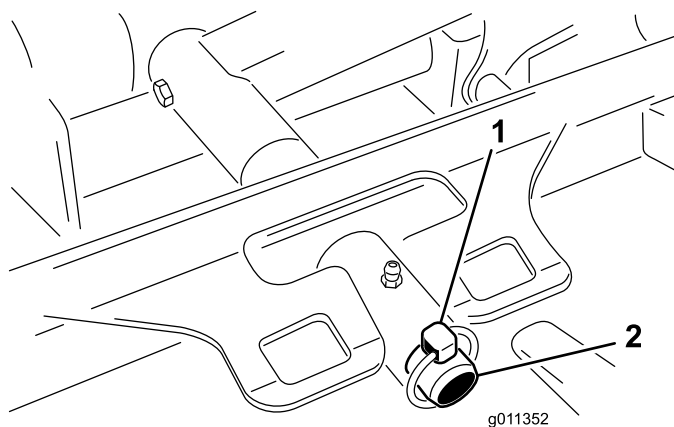

図 11
3. デッキのキャリア・フレームを昇降アームのピボット・ピンに固定しているリンチ・ピン（GM4700の場合はリテーナ・ナット）を外す（図 11）。
3. デッキのキャリア・フレームを昇降アームのピボット・ピンにセットする。リンチ・ピンまたはリテーナ・ナット（GM 4700の場合）で固定する（図 11）。